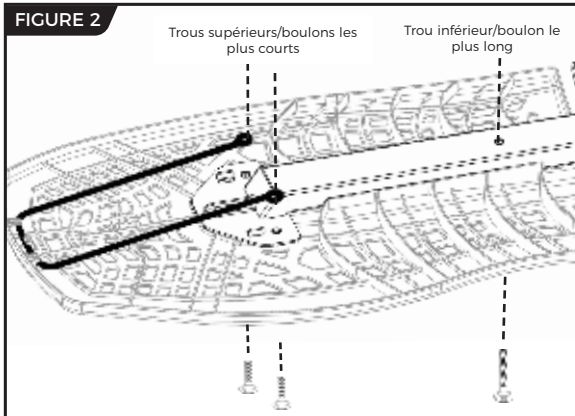

FIGURE 2
- Soulevez légèrement la base de l'extension préassemblée du cadre du dossier pour faire glisser la partie inférieure et le cadre par-dessus la partie supérieure. Alignez l'axe du cadre dans les rails en plastique situés sur la partie supérieure (Figure 2).